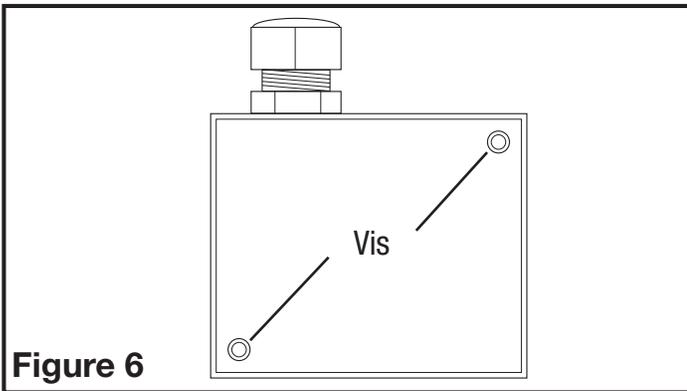

Figure 6
1. Retirez les vis de la plaque du couvercle de la boîte de raccordement située sur le côté du moteur (**Figure 6**).